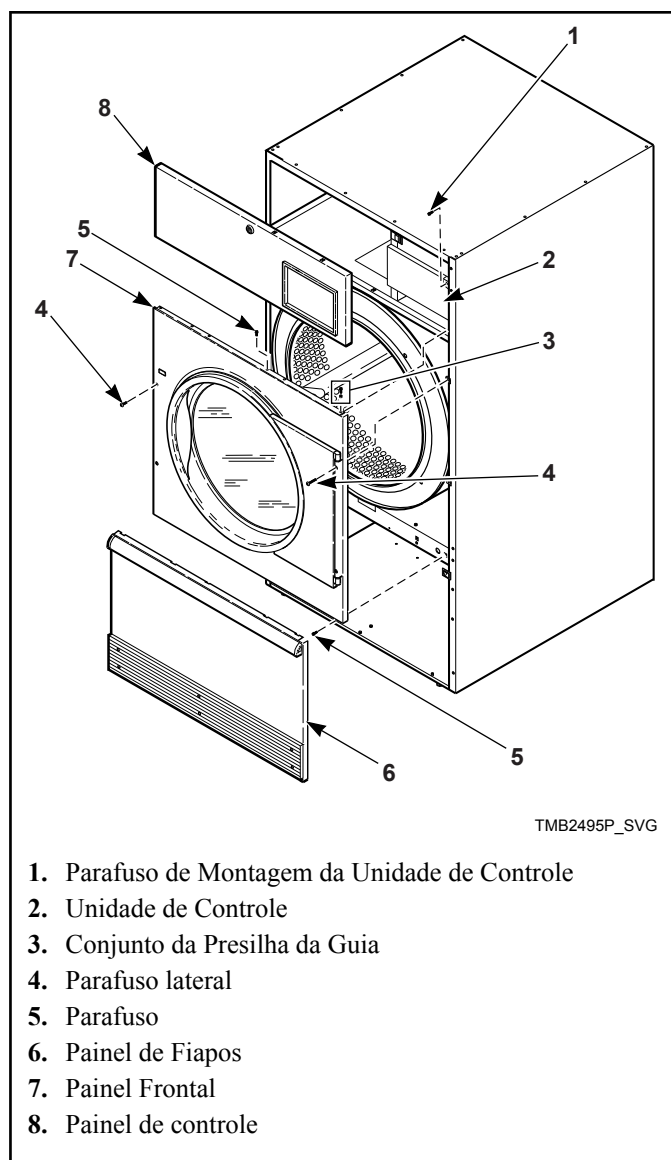
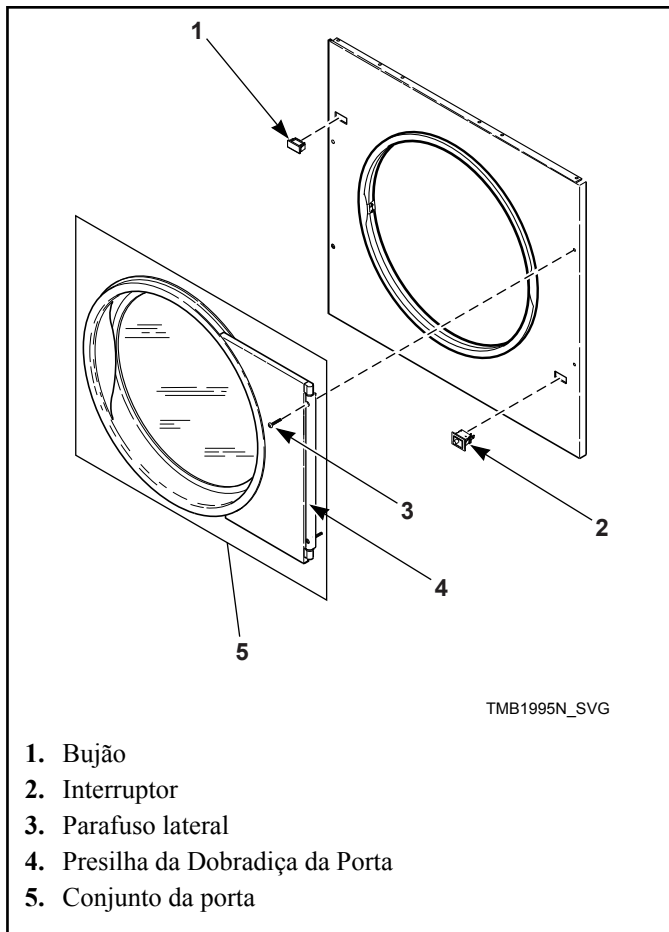

Figura 10
Figura 11
2. Destrave e remova o painel de controle. Remova dois parafusos de montagem do lado direito da unidade de controle. Abra o controle para acessar o conjunto da presilha da guia direita do flange superior. Consulte a *Figura 10*.
4. Remova os quatro parafusos do painel frontal. Consulte a *Figura 10*. Mantenha os cames da dobradiça da porta colocados na presilha da dobradiça da porta. Puxe a presilha e o conjun-
to da porta para fora, como se se tratassem de uma peça única. Consulte a *Figura 11*.
5. Remova os parafusos restantes do painel frontal. Consulte a *Figura 10*. Desconecte o chicote do interruptor da porta do interruptor. Retire o painel frontal. Consulte a *Figura 11*.
6. Troque as localizações do interruptor e do bujão. Aperte as abas com um alicate ajustável para remover o bujão e o interruptor do painel frontal. Coloque novamente o interruptor, orientando o botão no sentido do centro da máquina. Coloque novamente o bujão na localização anterior do interruptor. Consulte a *Figura 11*.